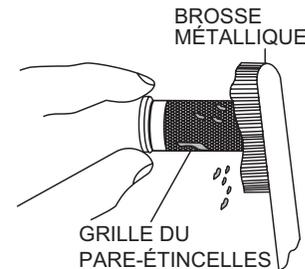

Figure 22. Nettoyage du pare-étincelles
4. Enlever avec soin les dépôts de carbone de la grille du pare-étincelles (Figure 22) au moyen d'une brosse métallique.